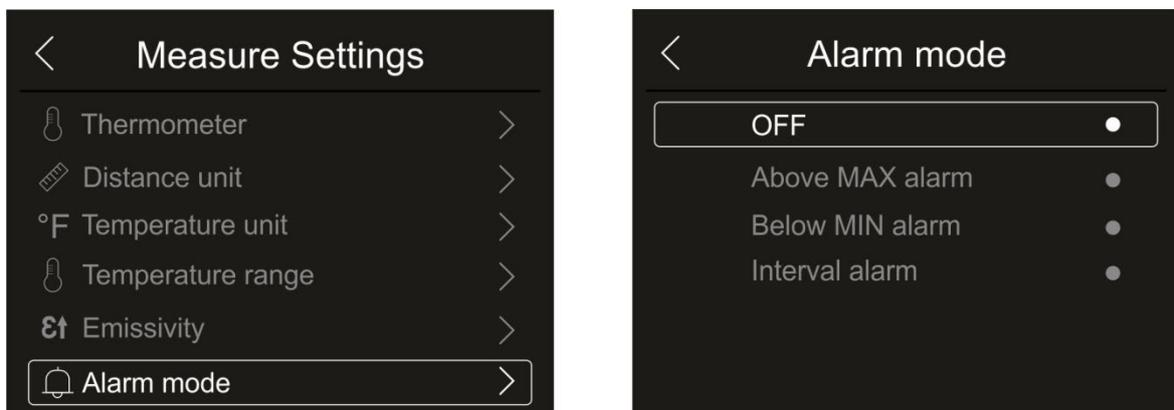

Abb. 29: Menü Aktivierung der Alarmschwellen für die Messungen
1. Berühren Sie “Alarm mode”, um die akustischen Alarmschwellen für die Temperaturmessung zu aktivieren, die den im Bild eingefügten Gegenständen (Cursor, Punkte, Linien und Bereiche) zugeordnet sind, die mit der im Hauptmenü vorhandenen Funktion “Alarm” assoziiert sind (siehe § 5.3). Die Abb. 29 – rechte Seite erscheint im Display: